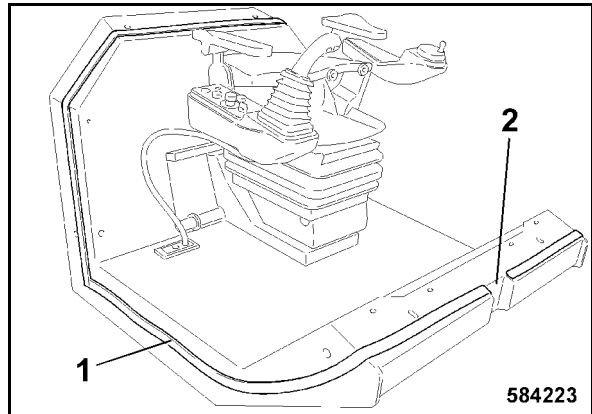

Bild 170
- Liimaa tiivistenauha 1 (Bild 170) ohjaamon ympärille.
- Älä liimaa tiivistenauhaa ohjaamon etuaukon yli (2), sillä se on ilman sisääntuloaukko ohjaamon tuuletusta varten.